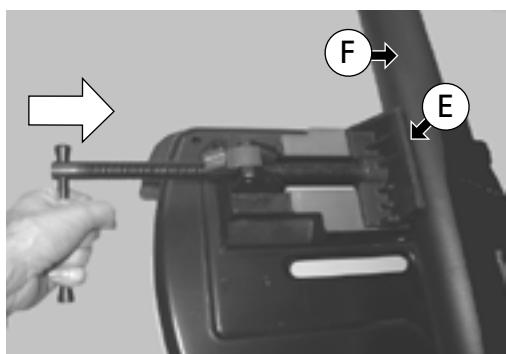

Fig. 17
3. Positionner la pièce à couper (F) et faire tourner la tige de serrage dans le sens de la flèche - (fig. 17) - jusqu'à ce que la face avant de l'étau soit en contact (E) avec la pièce à couper (F).